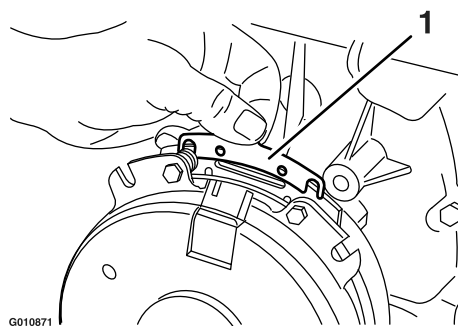

Figura 69
- B. Usando un alicate de punta fina, o a mano, sujete la pestaña y retire el suplemento (Figura 69).
Retire cualquier acumulación de hierba, suciedad u otros residuos de la rejilla del motor. Esto ayuda a asegurar una refrigeración adecuada y una velocidad de motor correcta, y reduce la posibilidad de sobrecalentamiento y daños mecánicos al motor (Figura 69).